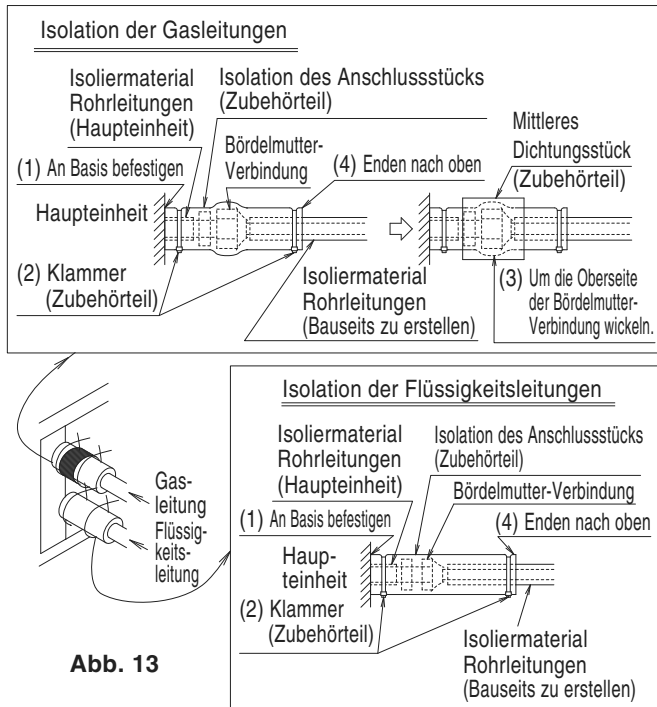

Abb. 13
- Denken Sie nach dem Überprüfen der Rohrleitungsverbindungen auf austretendes Gas daran, sowohl die flüssigkeitsseitigen als auch die gasseitigen Rohrleitungen zu isolieren. (Siehe Abb. 13)